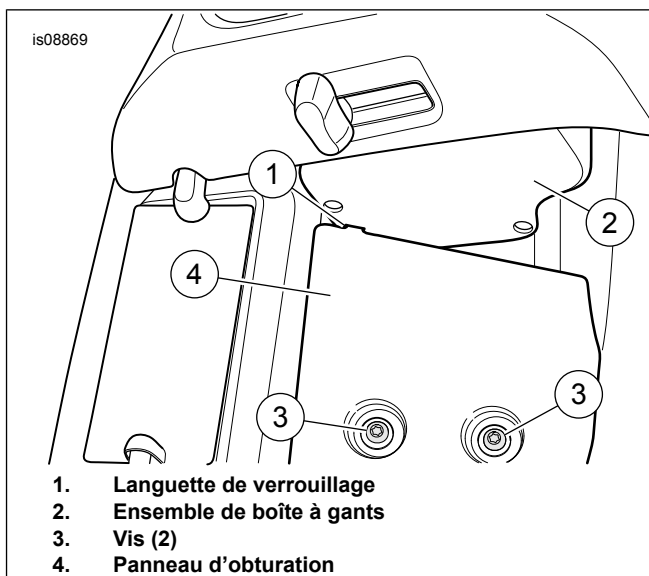

Figure 2. Langue de verrouillage et panneau d'obturation
3. Voir la figure 2. **À l'avant** : Enlevez les vis (3), le panneau cache (4) et la boîte à gants (2).